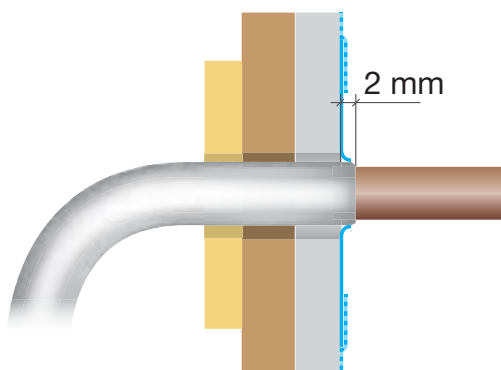

Fig. 3.3.2c. Tätning mot plastbelagda metallrör.
- På rörledning av plastbelagda metallrör utförs tätning mot plasthölje. Se fig. 3.3.2c.